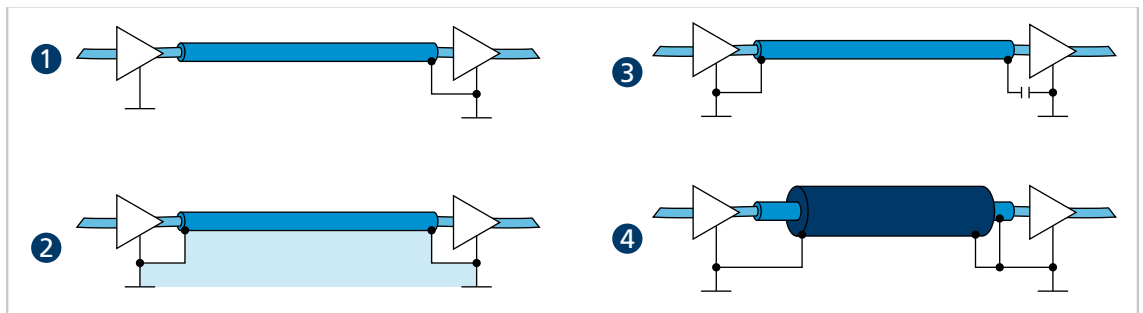

图 32: 屏蔽层的各种接地方式
- ▶ 电机相线置于屏蔽层中, 与传感器或编码器信号线分开, 并至少在近电机端接地 (请参阅图 32 中的 1 或 2)。
当传感器信号线缆的外表有编织屏蔽层时, 可与电机相线集束于同一条绝缘软管中。此时屏蔽层必须双端接地 (例如, 图 32 中的 4)。对于此配置, 如图 32 中的 2 所示的解决方案并非在每种情况下都可行。如果这通过接地偏移不可行, 可通过专门的电容器 (例如像 Y1/Y2/X1/X2 这样的安规电容, 请参阅图 32 中的 3) 建立射频连接。在此情况下, 除了在电机与驱动器这两端之外, 屏蔽层不要多点接地。